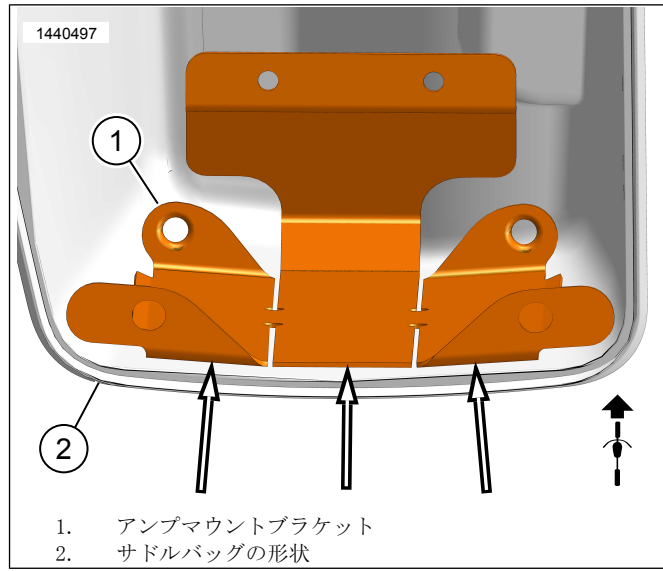

図12。サドルバッグの形状
- b. 図12マウントブラケット(1)のスリットを使用して、揺れることなくサドルバッグの輪郭(2)に合うように曲げます。これにより、テープとの接触と密着性が向上します。この時点ではテープを剥がさないで下さい。